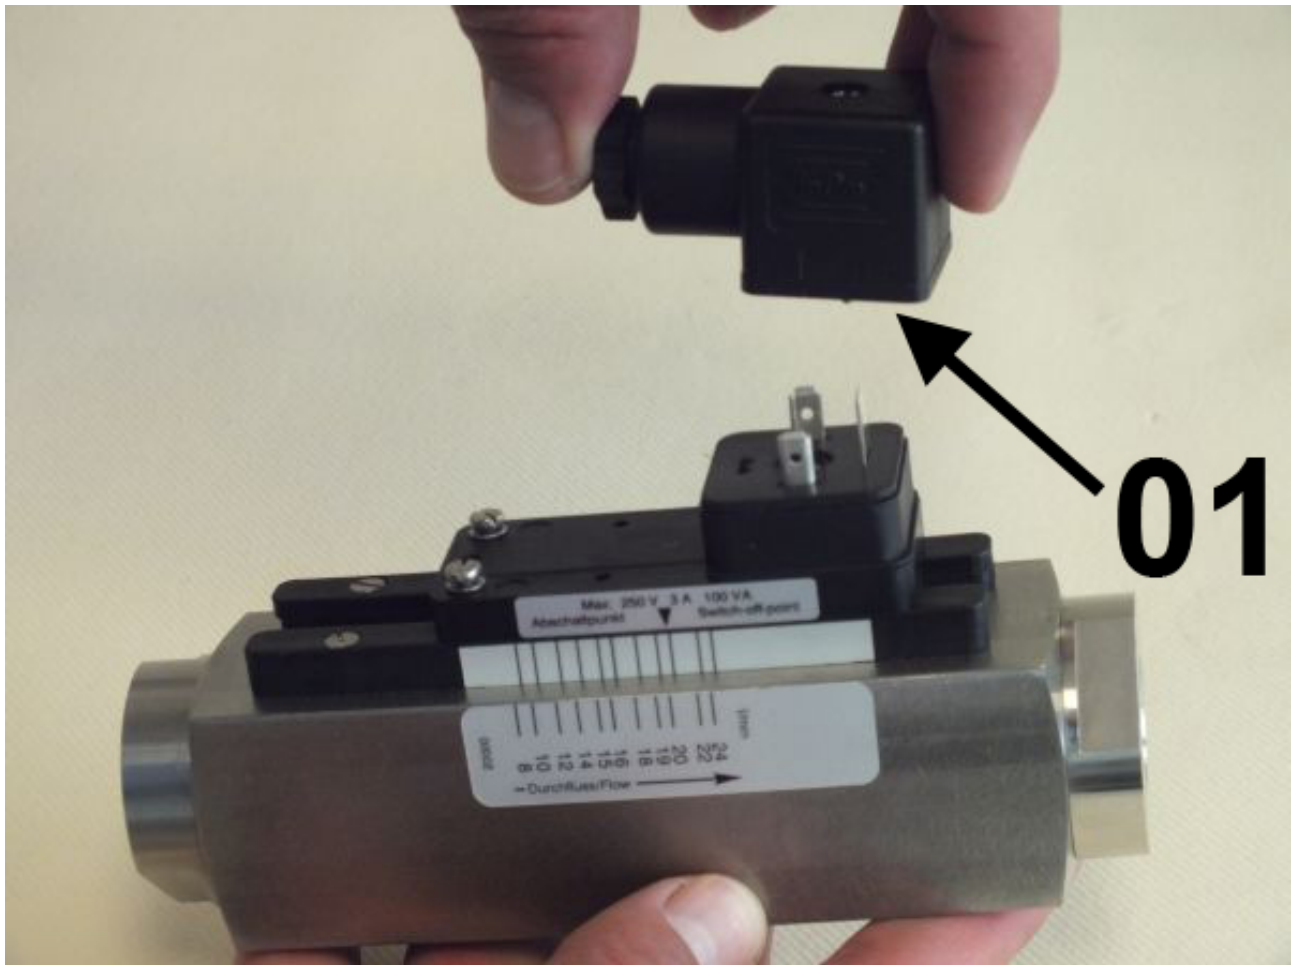

Abb. 67: Steckerdose abziehen
2. ➤ Steckerdose mit dazugehöriger Dichtung (Abb. 67/01) nach oben abziehen